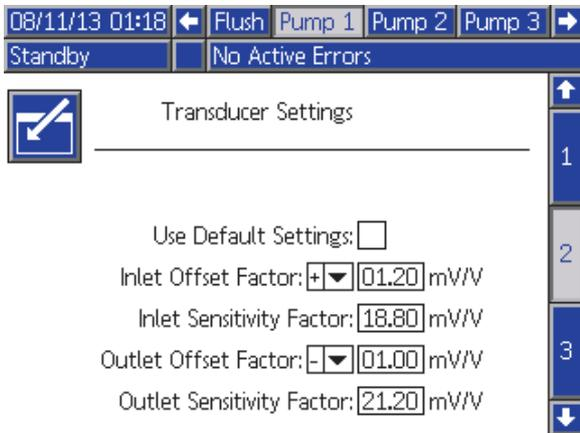

Figure 48 泵屏幕 2，默认设置已禁用
**注意：**在图 48 中，“溶剂”右侧的数字为泵编号，而非涂料编号。